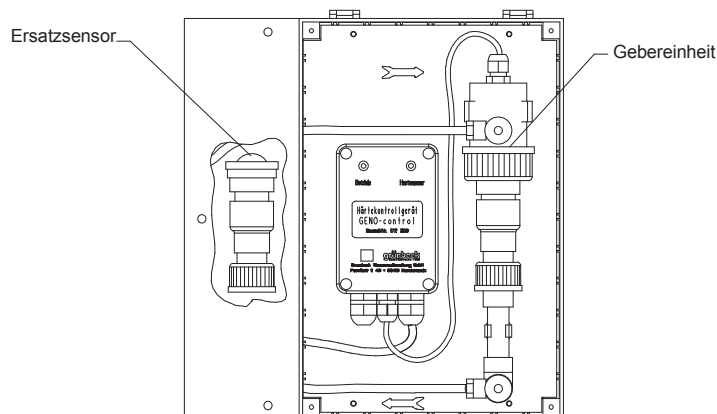

Abb. 2: GENO®-control Ersatzsensor
- Verschraubungen öffnen, Sensor austauschen (Ersatzsensor siehe Abb. 2).